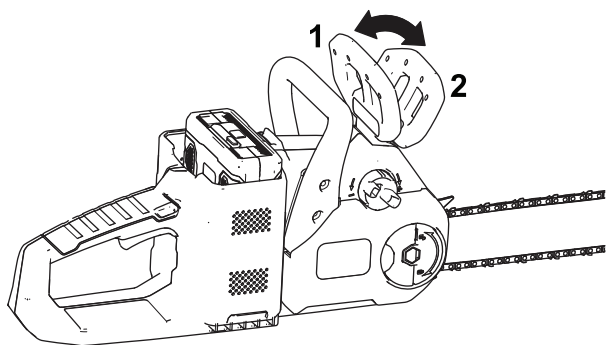

Figure 8
6. Vérifiez que le frein de chaîne est en position de MARCHE (Figure 8).
Quand vous n'utilisez pas la tronçonneuse ou que vous la transportez vers ou depuis la zone de travail, placez le frein de chaîne à la position d'ARRÊT (Figure 8) puis retirez la batterie.